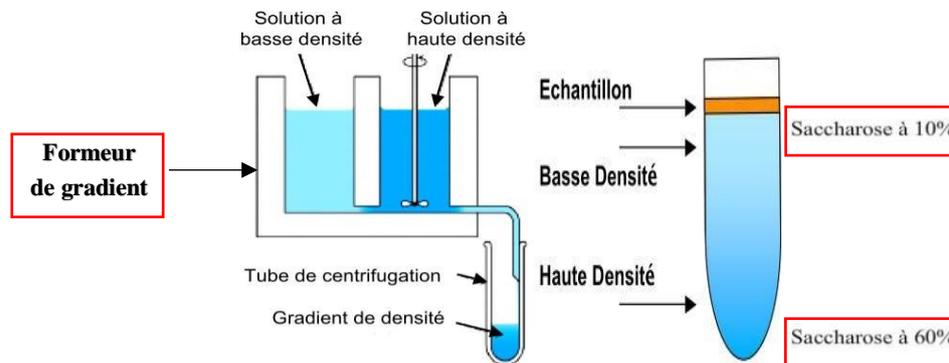

Figure 9. Exemple de gradient continu de Saccharose en utilisant un formeur de gradient.
- **les gradients continus**, pour lesquels la variation de densité est continue (comme leur nom l'indique) (Fig.9). Ils sont préparés automatiquement à l'aide d'un formeur de gradient au cours de la centrifugation comme celui élaboré à partir d'une solution de CsCl de densité donnée (l'échantillon est mélangé avec le CsCl et se centrifugent au même temps).